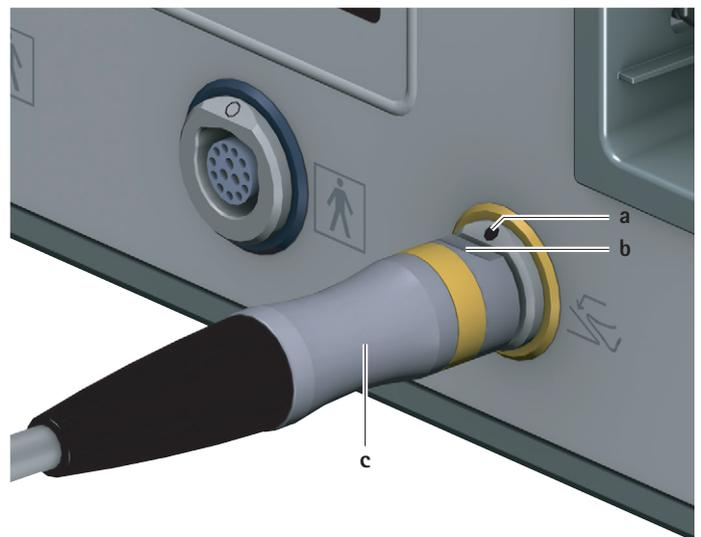

Fig. 2 Collegamento del comando a pedale
- ▶ Orientare il connettore del comando a pedale **c** in modo che la marcatura **b** del connettore coincida con quella **a** presente sulla presa di collegamento del comando a pedale **6**, vedere Fig. 2.
- ▶ Tirare il connettore del comando a pedale **c** dalla presa di collegamento del comando a pedale **6**, vedere Fig. 2.